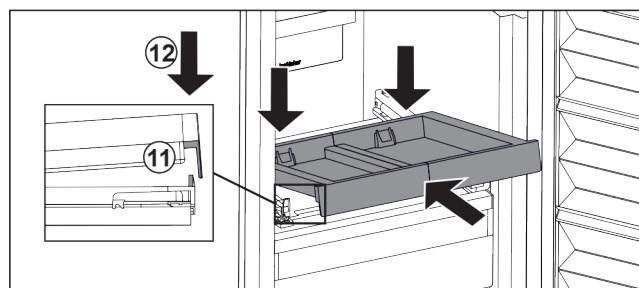

Fig. 22
- Gurnite ukoso. Pazite na to da je na obje strane graničnik iza jezičca. Fig. 22 (11)
- Spustite izvlačnu ploču naprijed. Fig. 22 (12)